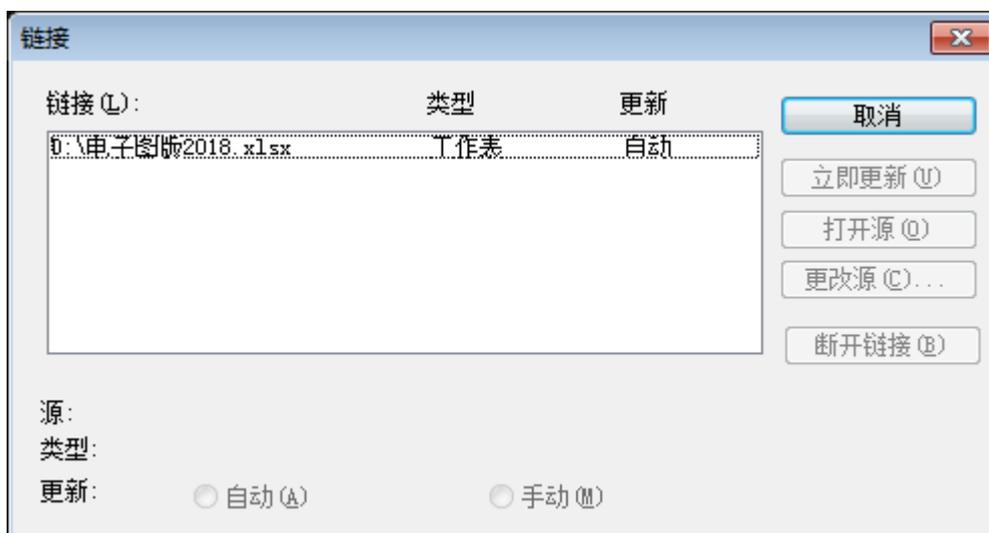
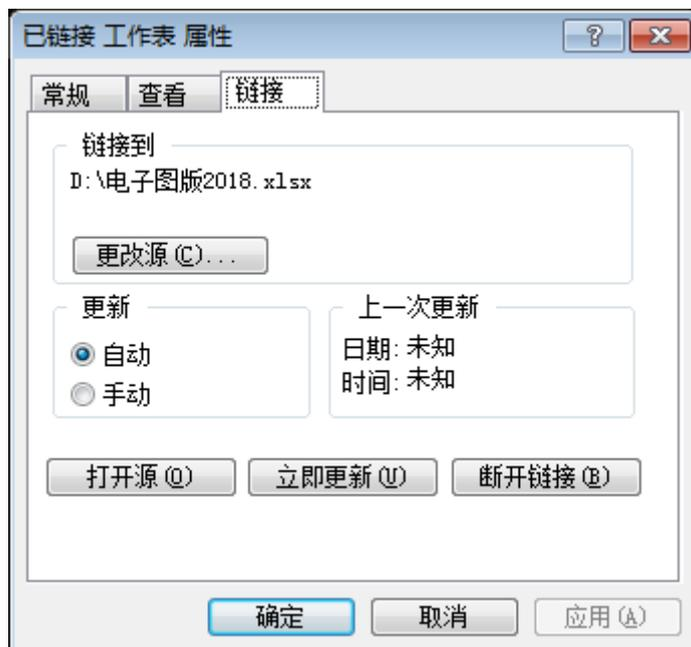

图 2-98 链接对话框
图 2-100 链接对象的属性
- 2) 在【编辑】菜单中单击【链接】选项或右击对象，弹出如图 2-98 所示的对话框。
- 6) 如果用户选择的对象为链接对象，则对话框中会多一个【链接】标签，如图 2-100 所示。在这个标签中的显示内容和按钮的功能与图 2-98 中的【链接对话框】十分相似。用户可参照前面所介绍的内容。